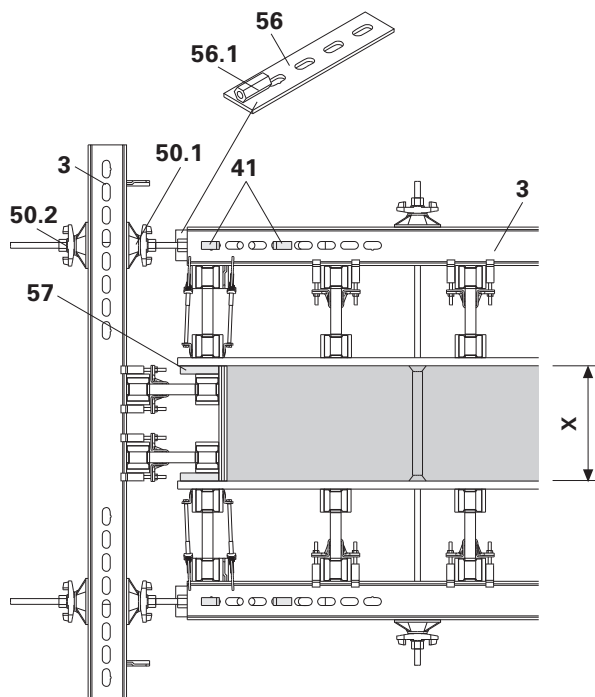

Fig. B9.02
1. Colocar a régua de amarração (56) dentro da correia SRZ (3) do painel.
2. Fixar a régua de amarração com as cunhas KZ (41) de forma resistente à tração e à compressão.
5. Colocar os painéis de fecho no topo previamente montados contra os batentes (57).
6. Desenroscar a porca de orelhas de turbilhão com base articulada (50.2) e apertar o painel de cofragem. (Fig. B9.02)